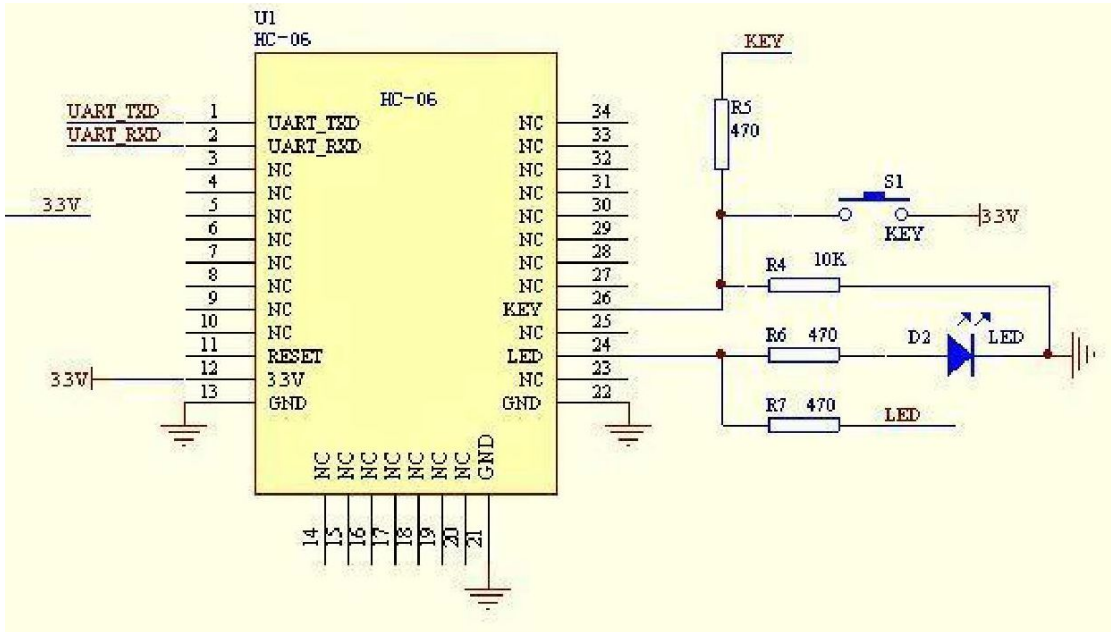

图 5
1、模块与 3.3V 的单片机串口的接线方法，如图 5 所示。